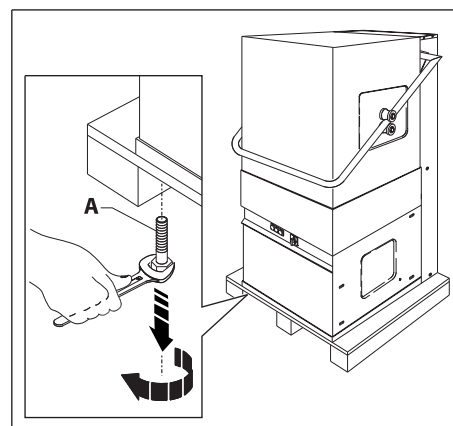

Fig. 3
2. Enlever les deux vis A qui fixent le lave-vaisselle à la palette de transport (fig. 3)